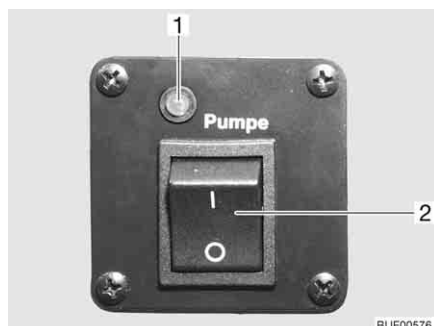

Fig. 144 Interruttore per pompa dell'acqua
- Premere l'interruttore a levetta (Fig. 144,2) in alto. La spia di controllo (Fig. 144,1) si accende.
- Premere l'interruttore a levetta (Fig. 144,2) in basso. La spia di controllo (Fig. 144,1) si spegne.